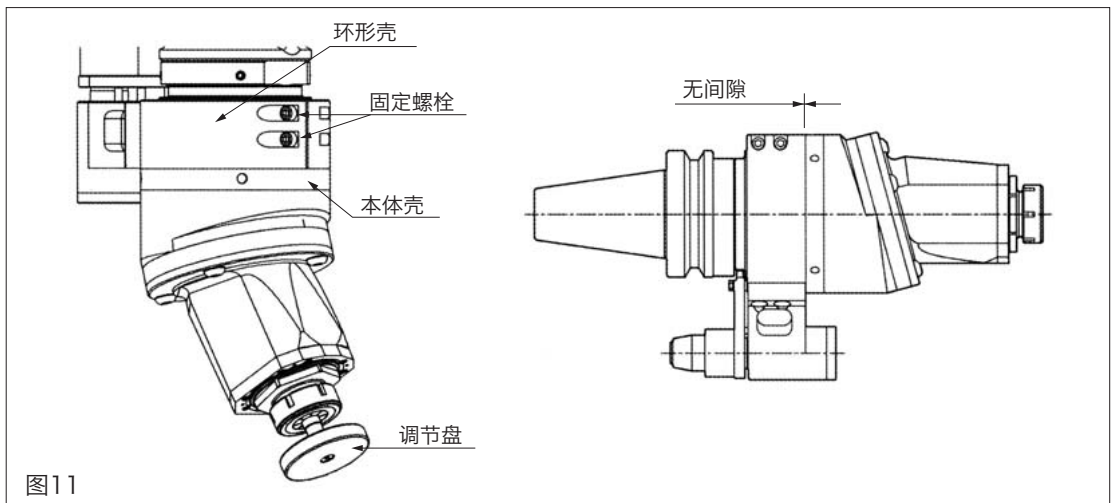

图11
- 1 用角度头夹持附属的调节盘(刀具安装请参照P11),其次把角度头安装到机床,接着稍微松懈2个固定螺栓,这时要注意,如过度的松懈固定螺栓,有可能环形壳体与本体壳间生成间隙。(图11)